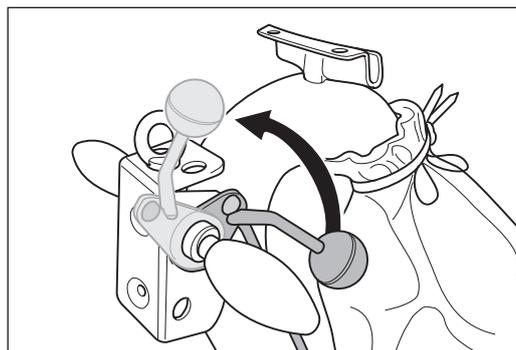

Abb. 41 Den Ablasshebel am Handgriff bis zum Anschlag nach oben ziehen. Dadurch wird die Schleifwalze vom Boden abgehoben.
- 1 Ziehen Sie den Ablasshebel am Handgriff bis zum Anschlag nach oben (Abb. 41). Dadurch wird die Schleifwalze vom Boden abgehoben.